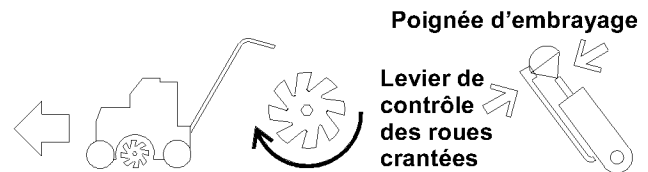

Figure 16. Mode de déchaumage
- Tirer vers l'arrière sur la manette de contrôle du porte-lames et pousser la commande d'embrayage vers l'avant pour engager les embrayages du porte-lames et de l'entraînement (voir la figure 16). Régler l'accélérateur à la vitesse de marche désirée par l'opérateur.